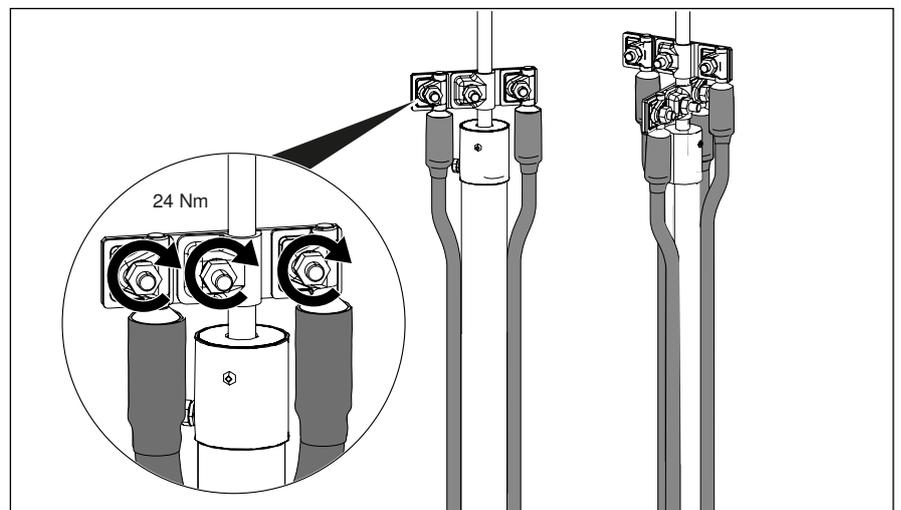

Abb. 42: Mehrere isCon®-Ableitungen am Mast befestigen
- Für 2 Ableitungen die Anschlussplatte für 2 Ableitungen (Typ isCon AP2-16 VA) verwenden. Für den Anschluss von 4 Ableitungen, 2 Anschlussplatten übereinander montieren (siehe Abb. 42).
- Die Ableitungen möglichst gegenüberliegend am Fangmast abwärts führen (siehe Abb. 42).